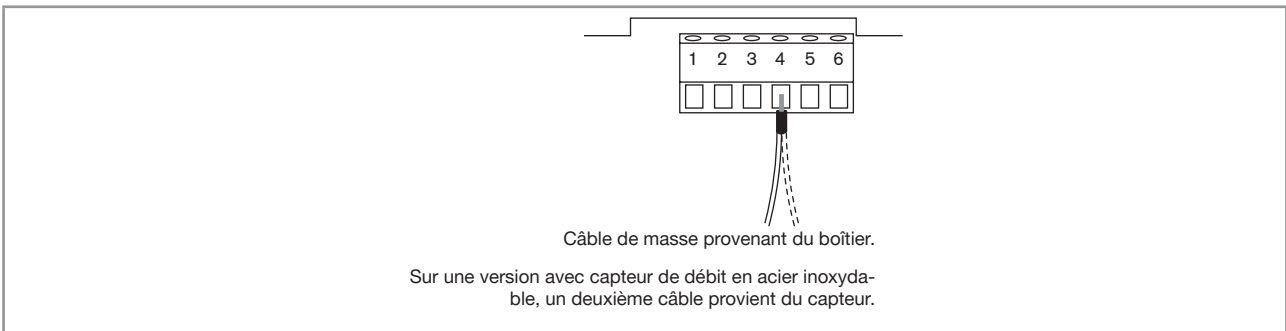

Fig. 15 : Bornier 1 connectant le câble de terre venant du boîtier (fait à l'usine)
- S'assurer que le câble de masse provenant du boîtier et, sur une version avec capteur en acier inoxydable, le câble provenant du capteur de débit, sont connectés comme indiqué dans Fig. 15, chapitre 7.3.3.